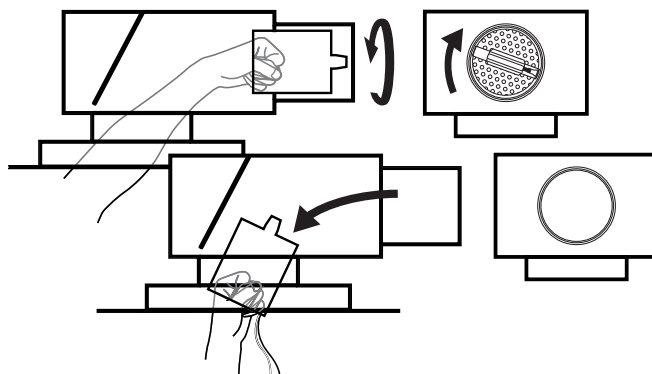

Bild 5. Spjällinsatsen vrids moturs för att lossas från lådan.
- 7) Ta tag i handtaget och vrid spjällinsatsens motor så att den lossnar och dra ut spjällinsatsen ur lådan, se bild 5.